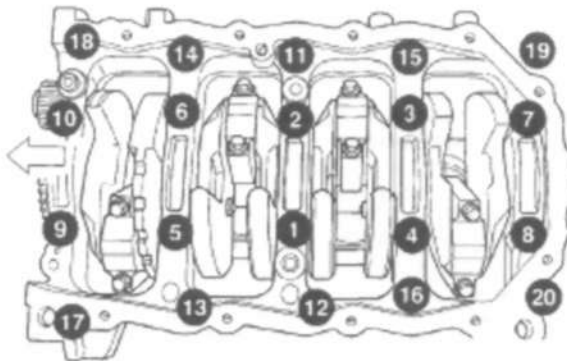

Рис. 46 Порядок затяжки болтов крепления основания.
(5) Установить нижние коренные подшипники в крышку подшипника/основание. Убедиться, что пластины подшипников заходят в прорези основания. Установить коренные подшипники с основанием на блок двигателя.
(6) Перед установкой болтов смазать резьбу чистым моторным маслом, вытереть излишки масла.
(7) Установить основание с коренными подшипниками на болты блока 11, 17 и 20, затянуть пальцами. Подтягивать болты до тех пор, пока основание не будет соприкасаться с блоком цилиндров.
(8) Для правильной центровки упорного подшипника выполнить следующие операции:
-Шаг 5: Установить и затянуть болты (1-10) в последовательности, указанной на Рис. 46, моментом 41 Н·м.
(9) Затянуть болты (1-10) еще раз моментом 41 Н·м + на 1/4 оборота в последовательности, указанной на Рис. 46.
(10) Установить основание с коренными подшипниками на болты блока двигателя (11-20) и затянуть каждый болт моментом 28 Н·м в указанной последовательности (Рис. 46).
(11) После установки основания с коренными подшипниками проверить крутящий момент коленвала. Крутящий момент не должен превышать 5.6 Н·м.
(12) Установить шатунные подшипники и крышки. **Не использовать болты шатунов повторно.** Затянуть болты шатунов моментом 27 Н·м плюс 1/4 оборота.
(13) Установить оси балансира и кожух в сборе (см. п.9-ДВИГАТЕЛЬ/ФАЗЫ ГАЗОРАСПРЕДЕЛЕНИЯ/ОСЬ БАЛАНСИРА-УСТАНОВКА).
(14) Установить масляный насос и приемный патрубок (см.п.9-ДВИГАТЕЛЬ/СМАЗКА/МАСЛЯНЫЙ НАСОС-УСТАНОВКА)
(15) Установить заднюю крышку ремня ГРМ (см. п. 9 ДВИГАТЕЛЬ/ФАЗЫ ГАЗОРАСПРЕДЕЛЕНИЯ/РЕМЕНЬ ПРИВОДА ГРМ/КРЫШКА(И) ЦЕПИ-УСТАНОВКА)
(16) Установить ремень привода ГРМ (см. п. 9 ДВИГАТЕЛЬ/ФАЗЫ ГАЗОРАСПРЕДЕЛЕНИЯ/РЕМЕНЬ ПРИВОДА ГРМ/ЦЕПЬ И ЗВЕЗДОЧКИ -УСТАНОВКА)
(17) Установить передние крышки ремня ГРМ (см. п. 9 ДВИГАТЕЛЬ/ФАЗЫ ГАЗОРАСПРЕДЕЛЕНИЯ/РЕМЕНЬ ПРИВОДА ГРМ/КРЫШКА(И) ЦЕПИ-УСТАНОВКА)
(18) Установить кронштейны крепления двигателя.
(19) Установить масляный поддон (см. п.9-ДВИГАТЕЛЬ / СМАЗКА/МАСЛЯНЫЙ ПОДДОН-УСТАНОВКА)
(20) Установить масляный фильтр.
(5) Установить нижние коренные подшипники в крышку коренных подшипников/основание. Убедиться, что пластины подшипников заходят в прорези основания.
(6) Расположить основание с коренными подшипниками на блок двигателя.
(7) Перед установкой болтов смазать резьбу чистым моторным маслом, вытереть излишек масла.
(8) Установить основание коренных подшипников на болты блока двигателя 11, 17 и 20, подтянуть пальцами. Затягивать болты до соприкосновения основания с блоком цилиндров.
(9) Для правильной центровки упорного подшипника выполнить следующие операции:
-Шаг 5: Установить и затянуть болты (1–10) в последовательности, указанной на (Рис. 46) моментом 41 Н•м.
(10) Установить основание с коренными подшипниками на болты блока двигателя (11–20) и затянуть каждый болт моментом 28 Н•м в указанной последовательности (Рис. 46).
(11) После установки основания с коренными подшипниками проверить крутящий момент коленвала. Крутящий момент не должен превышать 5.6 Н•м.